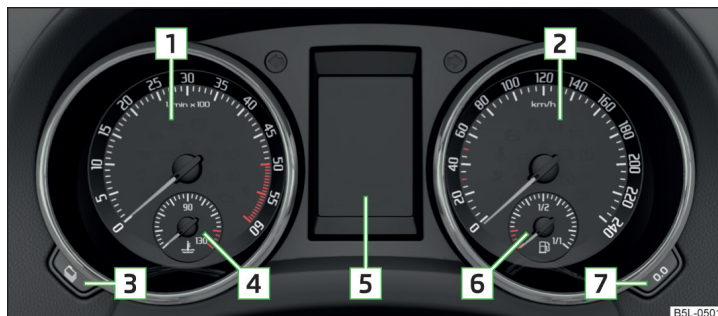

Fig. 21 Panoul de bord
Turometrul » fig. 21 la pagina 30 indică turația curentă, pe minut, a motorului.
➤ Apăsăți mai lung tasta **7** » fig. 21 la pagina 30.
Ora se reglează de la tastele **3** și **7** » fig. 21 la pagina 30.
▶ Apăsați din nou tasta **[3]** » fig. 21 la pagina 30, până când clipește afișarea contorului de kilometraj » pagina 32.